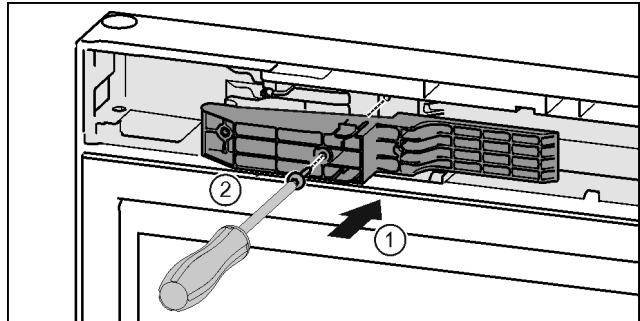

Fig. 48 *
- ▶ Adaptér nasadíte na strane rukoväte do vybrania. Fig. 48 (1)*
- ▶ Skrutkovačom T15 pevne zaskrutkujte skrutku. Fig. 48 (2)*